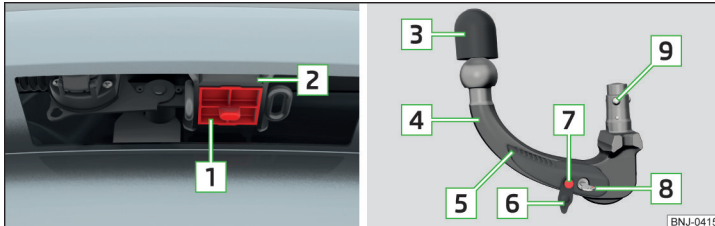

Abb. 232 Träger der Anhängervorrichtung / Kugelstange
Träger der Anhängervorrichtung und Kugelstange » Abb. 232
- Die Abdeckkappe für den Aufnahmeschacht **1** nach unten abnehmen » Abb. 232 auf Seite 201.
- Die Abdeckkappe **1** » Abb. 232 auf Seite 201 auf den Aufnahmeschacht stecken.